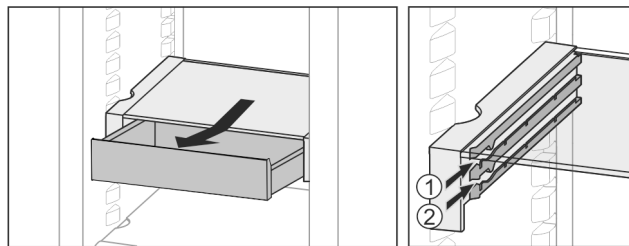

Fig. 25
- Zasuňte v libovolné výšce Fig. 25 (1) nebo Fig. 25 (2).